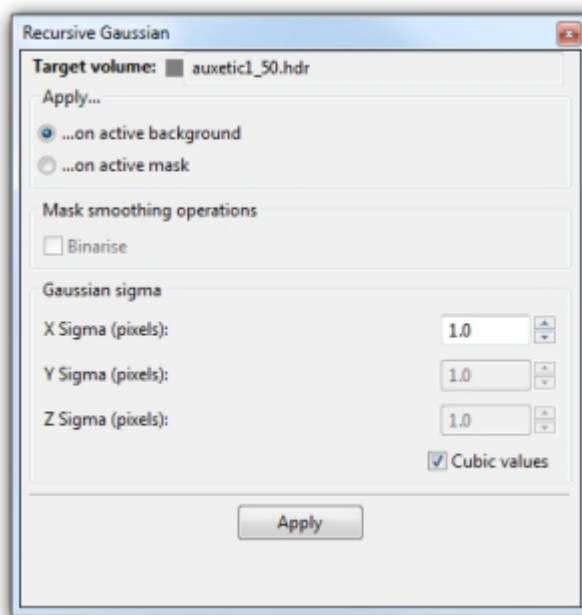

图 1-4 递归高斯滤波器窗口
2. 在递归高斯滤波器(**Recursive Gaussian**)窗口 (图 1-4)
b) 在 Gaussian sigma 参数中, 输入 **x sigma(pxels)** 的值为 1.0, 如图 1-4 所示。并勾选 **Cubic values**, 以保证 Gaussian sigma 的值在 Y 和 Z 方向保持一致。